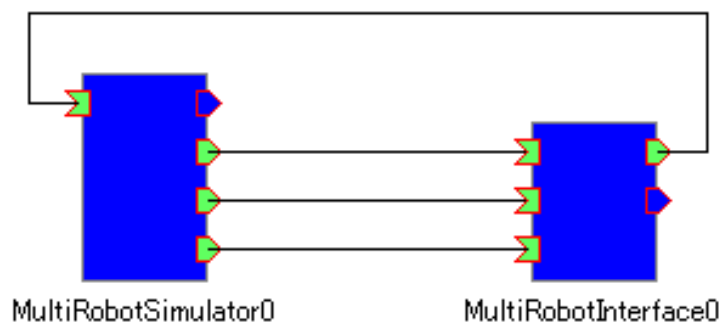

図1 複数台ロボットインタフェースモジュールとの接続
本モジュール（MultiRobotInterface）は単体で動作するが、検証用には当コンソーシアムから公開している「複数台ロボットシミュレータモジュール(MultiRobotSimulator)」を利用すると良い。複数台ロボットシミュレータモジュールと接続する際には図1のように接続する。
- (1) online の RTSE を開く.
- (2) ネームサーバに接続する.
- (3) 入出力ポートを適切に接続する. 複数台ロボット操縦モジュールと接続する場合は p.2 の図 1 のように接続する.